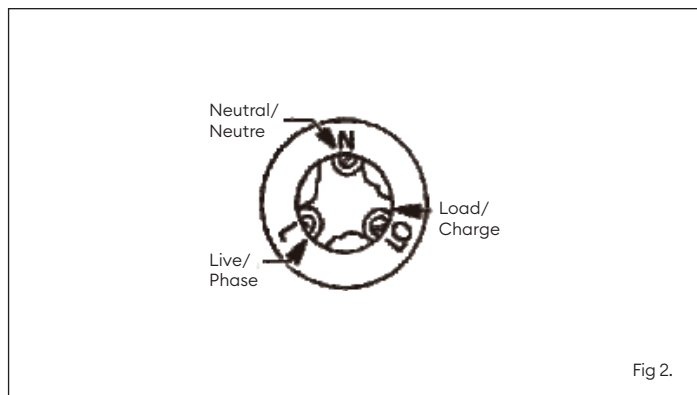
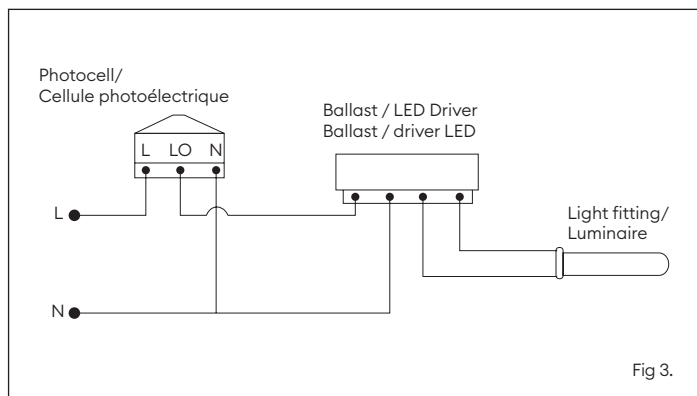

Fig 2.
Fig 3.
- Feed the mains and load cabling into the base of the product and proceed to wire in the mains cable and load cable into the wiring terminals. (Fig 2 / Fig 3)
- Introduisez le câble d'alimentation et le câble de charge à la base du produit et raccordez-les aux bornes (fig. 2 / fig. 3).